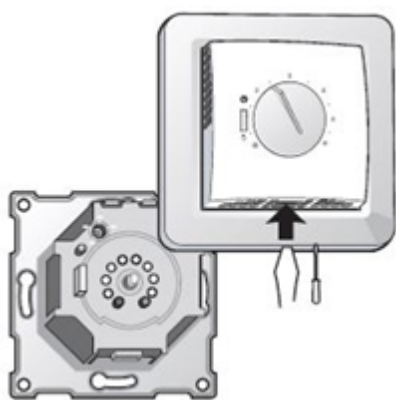

Рис. 3. Снятие передней панели терморегулятора.
2. Для установки терморегулятора DEVIreg™ 528 нужно снять его переднюю панель. Для этого при помощи плоской отвертки или канцелярской скрепки следует осторожно нажать на пружинящую защёлку, находящуюся в нижней части корпуса, как показано на Рис. 3.